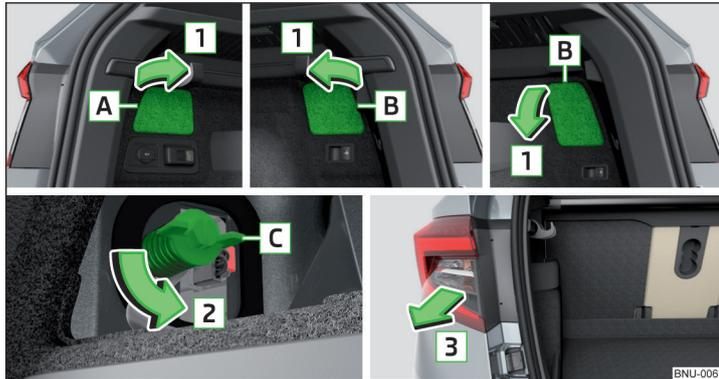

Abb. 352 Aufklappvariante für die Abdeckkappe / Leuchte ausbauen
- » Abb. 352. Die Aufklappvarianten für die rechte Abdeckkappe **B** sind ausstattungsabhängig unterschiedlich.
- › Die Schraube **C** entgegen der Pfeilrichtung **2** einschrauben » Abb. 352.